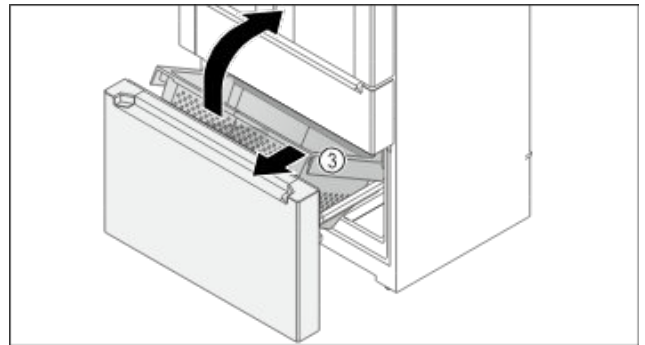

Fig. 140
- ▶ Behälter Fig. 140 (3) vorne hochheben.
- ▶ Behälter Fig. 140 (3) schräg nach vorne entnehmen.